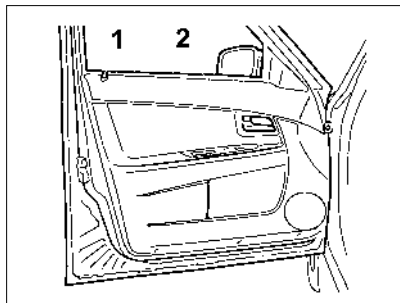
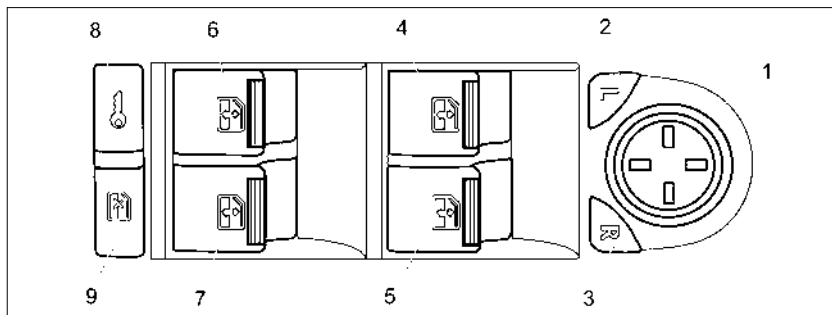
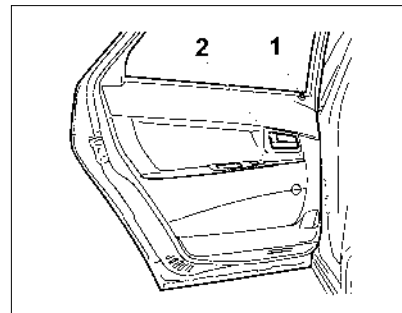

Рис. 4. Передняя левая дверь
Рис. 6. Модуль двери водителя
Рис. 7. Задняя левая дверь
**Передние двери** блокируются: снаружи – поворотом ключа 1 (рис. 3) или нажатием кнопки блокировки  на пульте дистанционного управления; изнутри – нажатием кнопки 1 (рис. 4, 5) на обивке двери или клавиши 8  в модуле двери водителя (рис. 6). Блокировать замки передних дверей можно только при закрытых дверях.
**Двери открываются:** снаружи – за ручку в направлении стрелки (рис. 3), а изнутри – поворотом на себя рукоятки 2 (рис. 4, 5). Если замок двери заблокирован, то ручка будет иметь холостой ход.
**Для подъема и опускания стекол** передних и задних дверей используются электростеклоподъемники, которые могут управляться от переключателей модуля двери водителя (рис. 6, поз. 4...7)\*, от переключателей в пассажирских дверях и от кнопок  и  пульта дистанционного управления. Для подъема нужно вам стекла потяните за край соответствующего переключателя электростеклоподъемника вверх.
\* В вариантном исполнении переключатели поз. 6, 7, 9 рис. 6 могут отсутствовать.
**Задние двери** блокируются снаружи – пультом дистанционного управления, изнутри салона нажатием кнопки 1 (рис. 7, 8) на двери или клавиши 8  в модуле двери водителя (рис. 6). Блокировка замков задних дверей возможна как при открытых, так и при закрытых дверях.
Для опускания и подъема стекла задних дверей используются электростеклоподъемники (**в варианном исполнении**), которые приводятся в действие переключателями 6 и 7 (рис. 6) в модуле двери водителя и кнопками  и  пульта дистанционного управления.